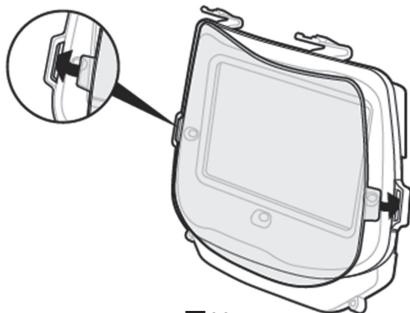

図11
2. 使用済みの外側保護プレートの端を指または爪でスライドさせてタブのロックを外し、液晶フィルターから取り外します。続いて、新しい外側保護プレートを取り付けます（図11）。外側保護プレートに保護フィルムが貼られている場合は剥がしてから装着してください。